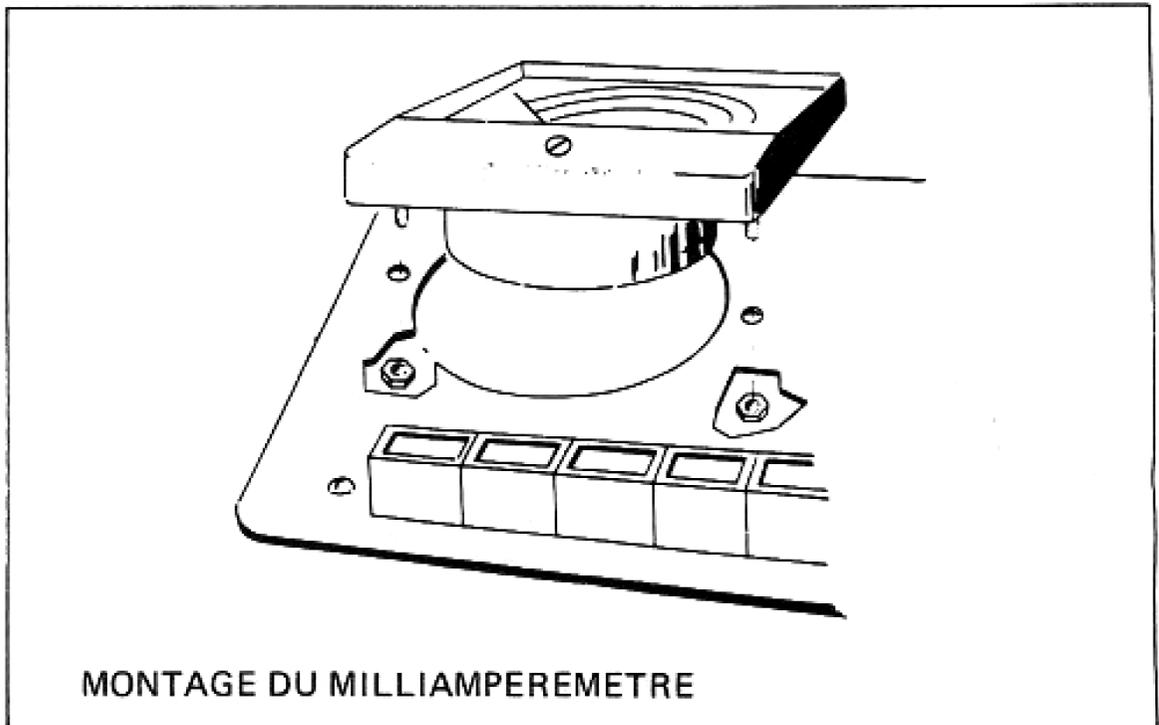

Figure 7
**ENFILEZ** ensuite l'appareil dans l'orifice prévu sur le panneau, de façon à ce que les vis se trouvent en face des trous (voir figure 7).